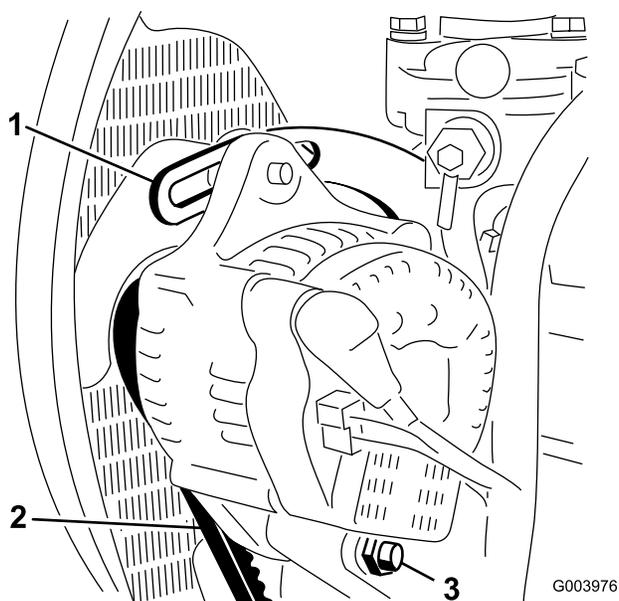

Figure 60
2. Contrôlez la tension de la courroie d'alternateur (Figure 60) en exerçant une force de 10 kg à mi-distance entre les poulies d'alternateur et de vilebrequin.
3. Desserrez le boulon de fixation du renfort au moteur (Figure 60), le boulon de fixation de l'alternateur au renfort et le boulon de pivot.